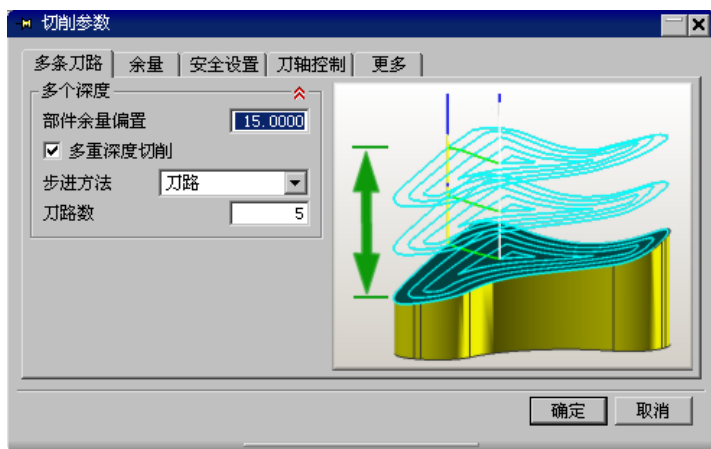

图 5.5.7 “多条刀路”选项卡
Step2. 在“切削参数”对话框中单击 **多条刀路** 选项卡, 参数设置如图 5.5.7 所示。